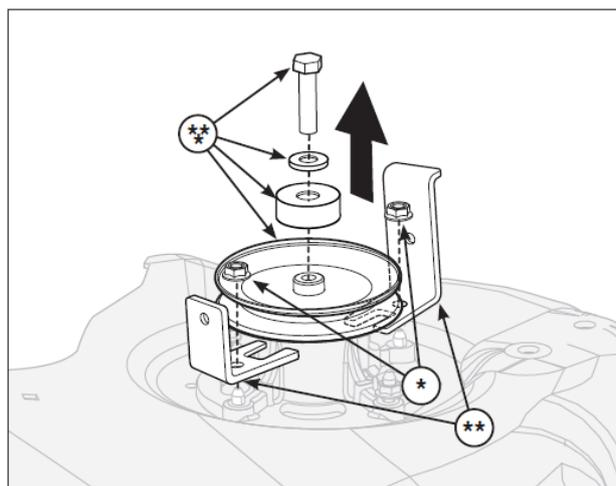

図 3
2. ナット(図3の*)を前後のブラケット(**)から取り外してください。